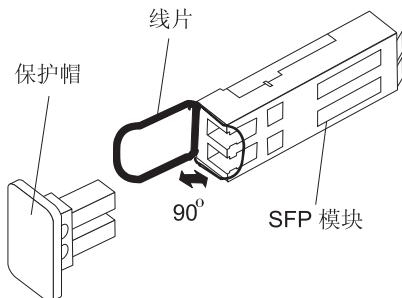

图 16. 将 SFP 模块安装到主机端口中
4. 将 SFP 模块插入主机端口中, 直到其咔嗒一声锁定到位。请参阅图 16。